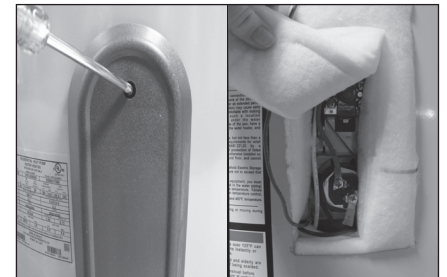

Figura 48 - Panel de acceso del elemento/compartimiento del ECO.
- 3** Quite el panel de acceso superior del calentador de agua y, con cuidado, doble el aislamiento hacia atrás y la cubierta plástica del elemento/ECO (Figura 48).